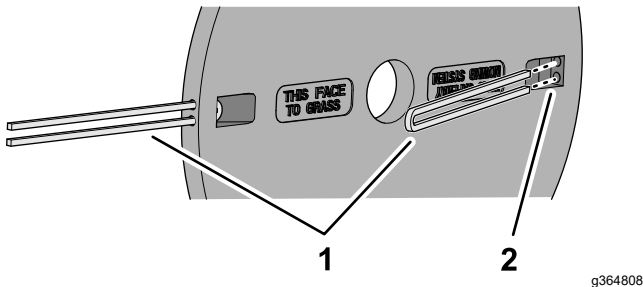

Figura 26
2. Substitua as linhas de corte existentes com dois comprimentos iguais da nova linha de corte oposta uma à outra, como se mostra na Figura 26.